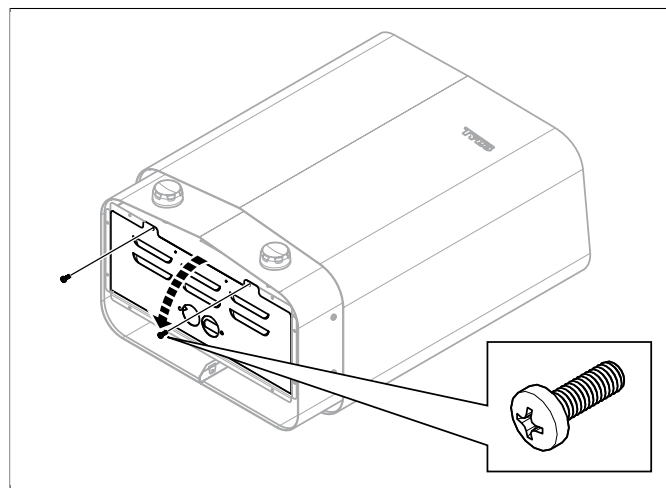

Abb. 5: Öffnen/Schließen der Abdeckung
2. Lösen Sie die Schrauben und öffnen Sie die Abdeckung, siehe **Abb. 5**, Seite 3.
5. Schließen Sie die Abdeckung und drehen Sie die Schrauben ein, siehe **Abb. 5**, Seite 3.